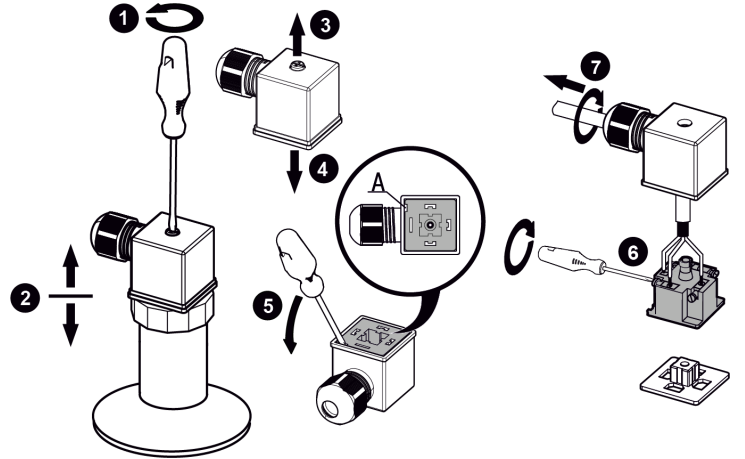

Рисунок 8 – Демонтаж проводов
**Демонтаж проводов (см. рисунок 8):**